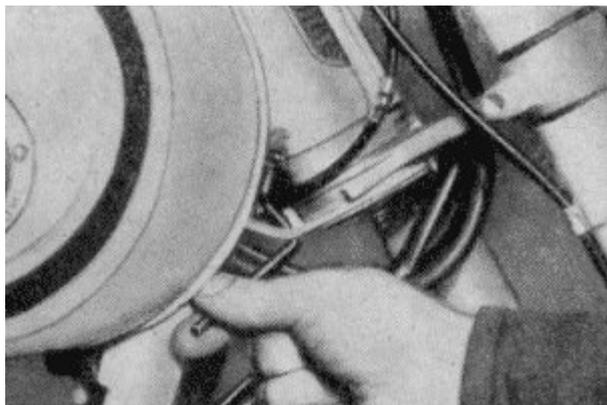

Bild 93. Widerstandsblech des Steuerungsdämpfers ausbauen
4. Nach dem Herausschrauben der Innensechskantschraube M 6x12 (Bild 93) ist das Widerstandsblech abzunehmen.